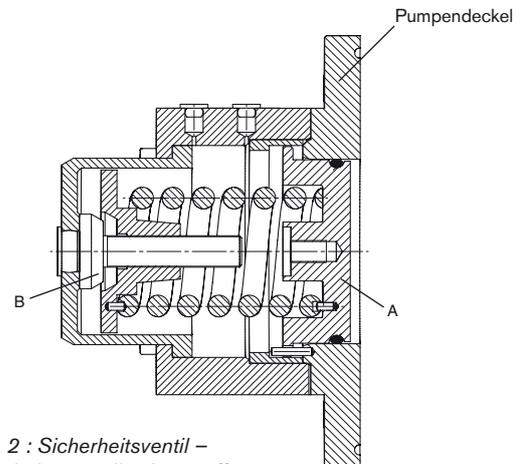

Abb. 2 : Sicherheitsventil – Federbelastet, teilweise geöffnet
Abb. 2 zeigt das Ventil im teilweise geöffneten Zustand. Der Druck des Mediums im Rotorgehäuse hat den Ventilkopf (A) gegen die Federkraft angehoben.